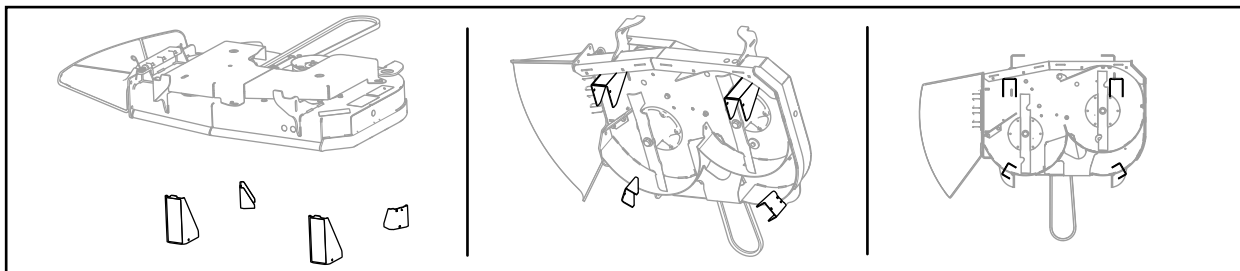
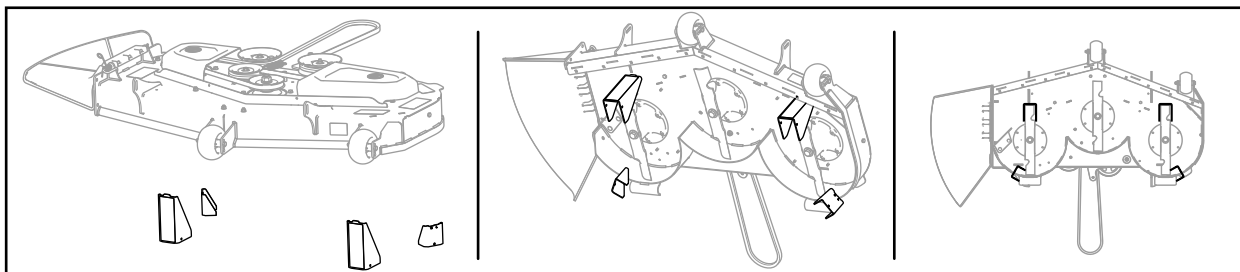

Figure 2
Figure 3
3. Placez les supports de hauteur de coupe sous le plateau de coupe de façon que la coque du plateau soit en appui sur les supports quand vous abaissez le plateau ; voir la Figure 2 et la Figure 3 pour l'orientation.